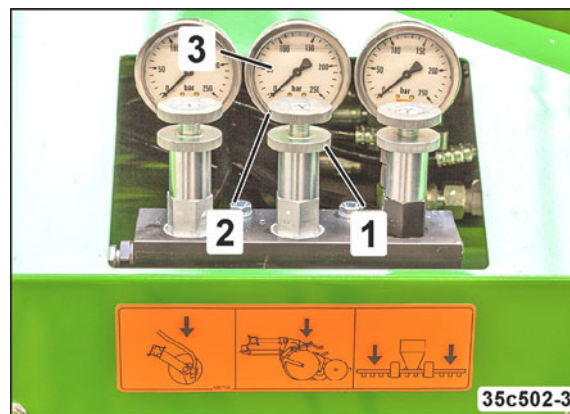

Рис. 177
1. Отверните контргайку (Рис. 177/1).
2. Отрегулируйте давление сошников поворотом регулировочного винта клапана (Рис. 177/2).
- Проверьте давление по манометру (Рис. 177/3).
Показания манометра (Рис. 177/1) не будут постоянными до тех пор, пока вентилятор (система распределения) не войдет в режим работы с постоянной частотой вращения.